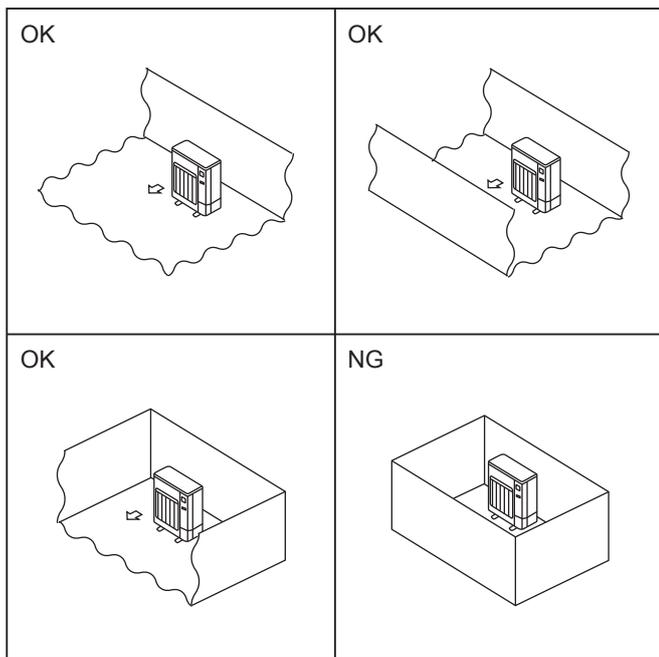

Fig. 2-2
- Ⓞ Installare unità esterne in un luogo in cui sia aperto almeno un lato su quattro e in uno spazio di grandezza sufficiente e privo di depressioni. (Fig. 2-2)